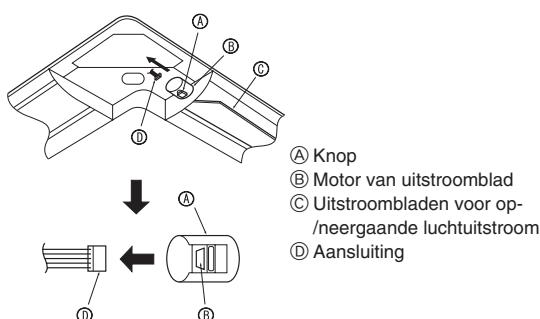

Fig. 9-9
9.5. Vastzetten van het op-/neergaande luchtaanstromingsblad (Fig. 9-9)